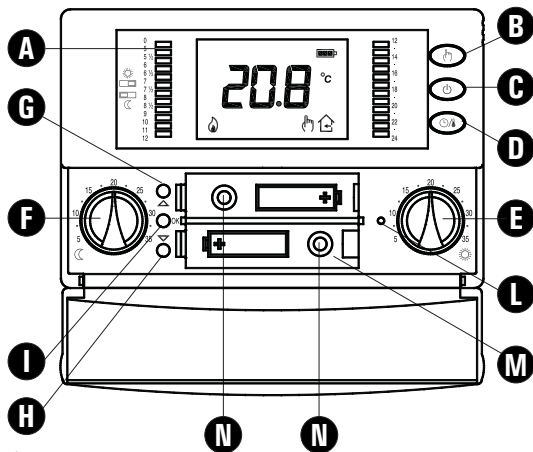

Fig. 5
5. Insertar las pilas en el compartimiento pilas (M de Fig. 5); ver párrafo 'INSERCIÓN / SUSTITUCIÓN BATERÍAS'.